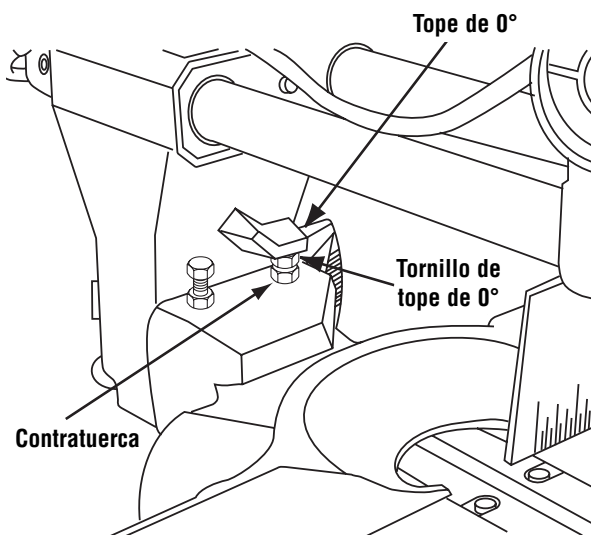

Figura 6. Tornillo de tope de bisel de 0° y contratuercas
- e. Ajuste el tornillo de tope de bisel de 0° para que la cabeza del tornillo hexagonal golpee el tope de 0° al mismo tiempo que la hoja hace contacto con toda la longitud de la escuadra. Apriete la contratuercas (Figura 6).